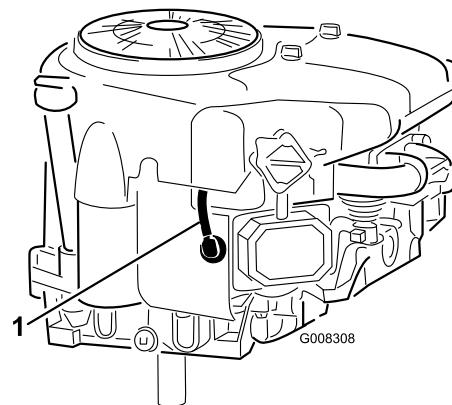

Figura 26
6. Desconecte el cable de la bujía (Figura 26).
8. Retire la bujía y la arandela de metal (Figura 26).
3. Conecte el cable de la bujía (Figura 26).